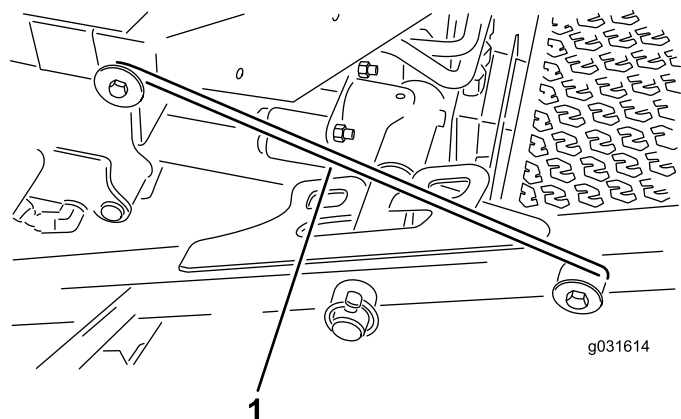

Figura 30
4. Liberate l'asta del dispositivo di sicurezza dal fermo del telaio portante anteriore (Figura 30).
5. Sollevate la parte esterna dei piatti di taglio anteriori e agganciate il dispositivo di sicurezza al perno del telaio presente sulla parte anteriore della piattaforma dell'operatore (Figura 30).